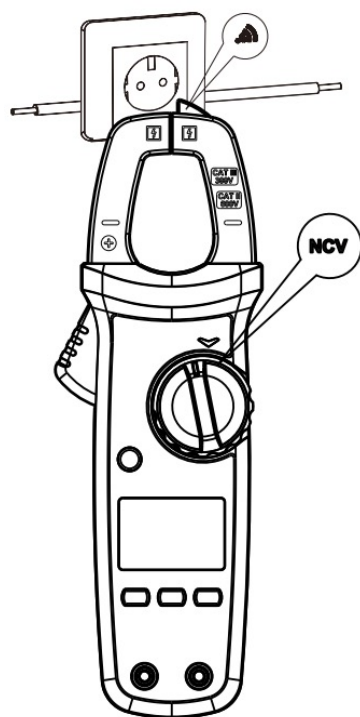

Рис. 6
5. Бесконтактное измерение электрического поля переменного тока (NCV) (рис. 6)